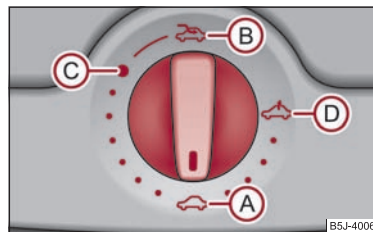

Abb. 34 Drehschalter für das elektrische Schiebe-/Ausstelldach
Das Schiebe-/Ausstelldach wird mit dem Drehschalter ⇒ Abb. 34 bedient und funktioniert nur bei eingeschalteter Zündung. Der Drehschalter hat mehrere Stellungen.
- Drehen Sie den Schalter in Stellung **(C)** ⇒ Seite 46, Abb. 34.
- Drehen Sie den Schalter in Stellung **(A)** ⇒ Seite 46, Abb. 34.
Das Schiebe-/Ausstelldach ist mit einer Kraftbegrenzung ausgestattet. Das Schiebe-/Ausstelldach stoppt und fährt einige Zentimeter zurück, wenn es sich durch ein Hindernis (z. B. Eis) nicht schließen lässt. Das Schiebe-/Ausstelldach können Sie ohne Kraftbegrenzung vollständig schließen, wenn Sie den Schalter in Stellung **(A)** ⇒ Seite 46, Abb. 34 vorn so lange drücken, bis das Schiebe-/Ausstelldach vollständig geschlossen ist ⇒ ****.
Nach jeder Notbetätigung (mit Innensechskantschlüssel) muss das Schiebe-/Ausstelldach in die Grundstellung gebracht werden. Deshalb müssen Sie den Drehschalter in die Schalterstellung ① bringen ⇒ Seite 46, Abb. 34 und etwa 10 Sekunden lang vorn drücken. ■